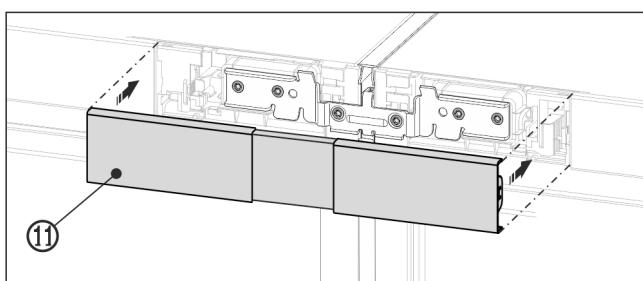

Fig. 23 Zobrazení příkladu
- Horní kryt Fig. 23 (11) zatlačte do západek ještě otevřeného prostoru mezi oběma ovládacími panely. Dbejte na to, aby vnější strany krytu lícovały s krytkami ovládacích panelů.